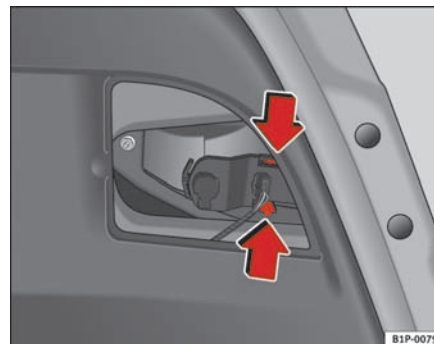

Fig. 165 Afmontering af pærefatning
- Træk pærefatningen ud ved at trykke tapperne ind ⇒ side 231, fig. 165.